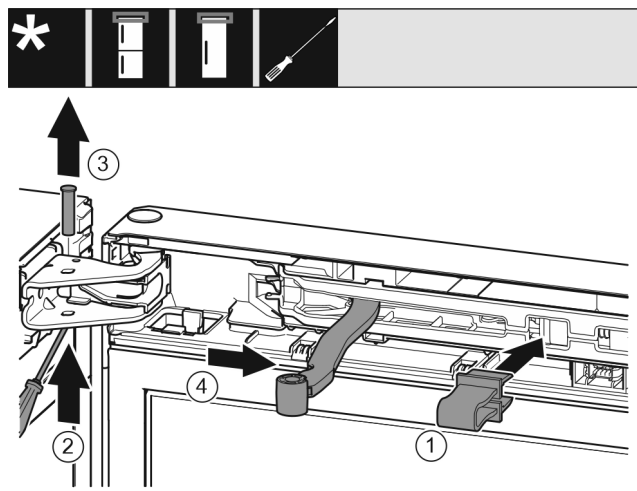

Fig. 6
- Zabezpieczenie zazębić w otworze. Fig. 6 (1)
- Sworznie wysunąć przy pomocy śrubokręta. Fig. 6 (2)
- Sworznie wyjąć w górę. Fig. 6 (3)
- Przegub obrócić w kierunku drzwi. Fig. 6 (4)